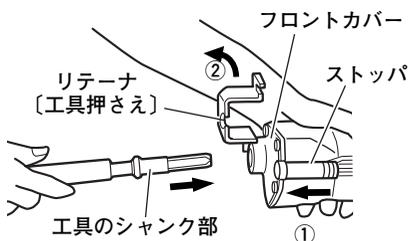

図 3
- (1) ストッパを矢印①の向きに押し、リテーナ [工具押さえ] を矢印②の向きに回転させます。次に工具のシャンク部をフロントカバーの六角穴へ一杯にさし込みます。(図3)
- (2) ストッパを矢印①の向きに押しリテーナを元に戻して工具が抜けないようにしてからストッパをはなします。